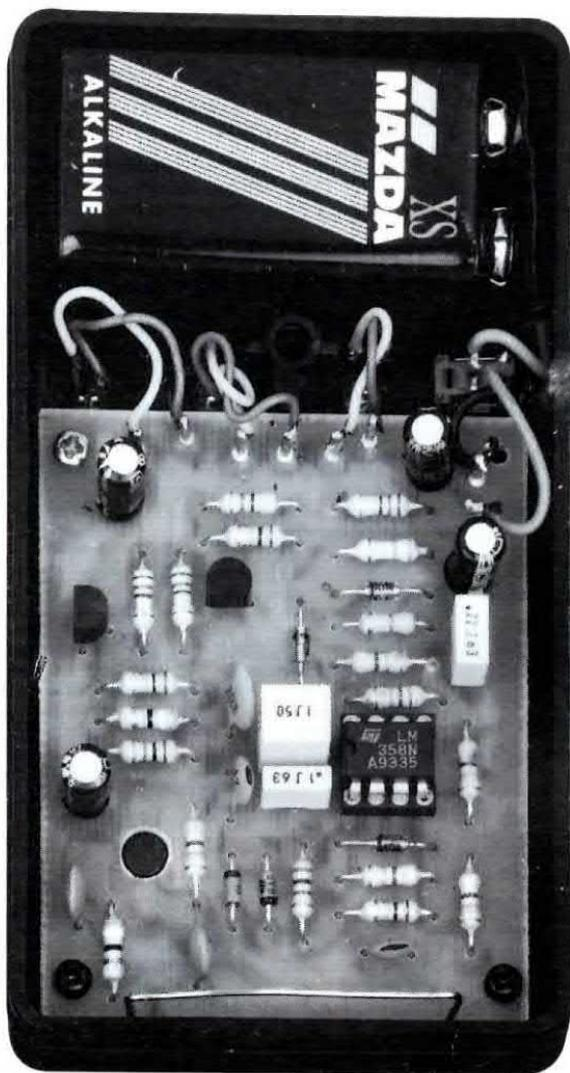

Fig.1 Foto sensibilmente ingrandita del progetto già inserito all'interno del suo mobile. In basso il filo ad U della spira captatrice.
Con del filo isolato di plastica abbiamo eseguito un semplice **impianto elettrico** (vedi fig.1) e per fissare le estremità del cordone di rete per i **220 volt** abbiamo usato due mammuth.
**Fig.1** Su una piccola tavoletta in legno delle dimensioni di 12 x 47 cm abbiamo fissato a sinistra il reattore e a destra lo starter. Assieme alla lampada forniamo anche i due portalam-pada miniatura che fisserete con viti in legno sulla tavoletta alla distanza richiesta. Nel disegno si nota chiaramente come dovete effettuare il semplice schema elettrico.